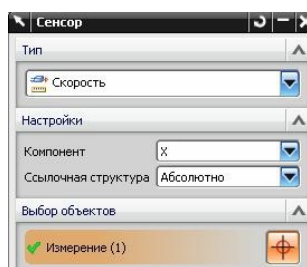
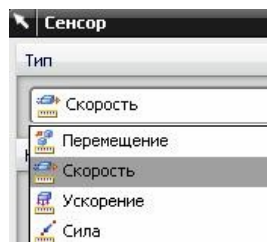

рис.117
рис.118
•Соответствующее диалоговое окно для задания сенсора показано на рис.117. Здесь важно сказать, что с помощью сенсора мы будем регистрировать именно **скорость** поршня (рис.118). Это самый оптимальный аргумент для будущей функции силы. И ещё важно подчеркнуть, что с помощью этого сенсора мы станем регистрировать линейную скорость поршня относительно оси X (рис.117).
- Обратите внимание - измерение скорости будет осуществляться в абсолютной СК (рис.117).